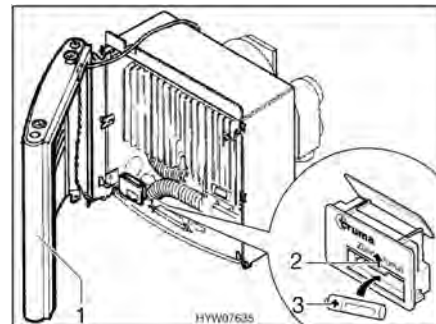

Bild 118 Värmeaggregat öppet
- Ställ ut höljet (Bild 118,1) åt sidan så att anslutningskablar för varmluftsfläkten och kontrollampa för tändning inte behöver kopplas bort.
- Skjut upp batterifackets skyddslock på automat-tändningen (Bild 118,2).
- Sätt in ett nytt batteri (Bild 118,3) i automat-tändningens batterifack, använd samma typ av batteri och se till att polerna (+/-) kommer rätt. Använd endast temperaturbeständiga (+70 °C) mignon-batterier, som inte kan läcka.